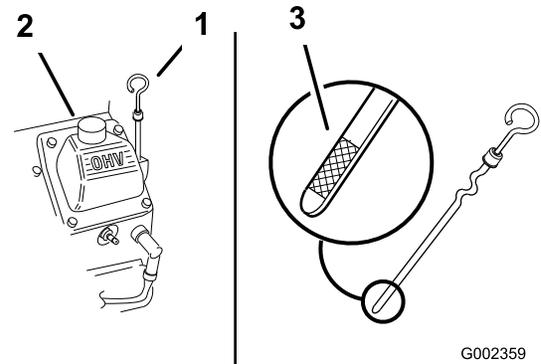

Figure 19
- Retirez la jauge d'huile et essuyez soigneusement son extrémité (Figure 19).
- Remettez la jauge au fond du tube de remplissage, mais sans la visser (Figure 19).
- Nettoyez la surface autour de la jauge d'huile (Figure 19) pour éviter que des impuretés ne
6. Versez avec précaution environ 80% de la quantité d'huile spécifiée dans le goulot de remplissage (Figure 19).